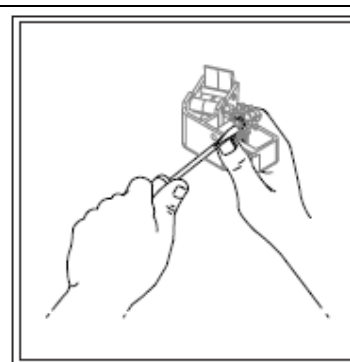

Figura 100
- retire o anel de retenção da roldana (Figura 100) e em seguida retire a(s) roldana(s) existente(s);